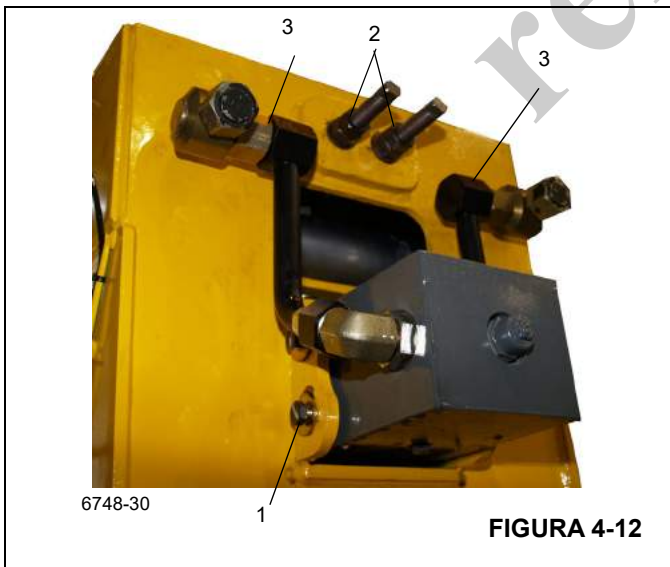

FIGURA 4-12
- Retire los conjuntos de tubos (3), (Figura 4-12) del cilindro telescópico y tape las lumbreras.
- Retire los pernos y arandelas que fijan la varilla exterior del cilindro de telescopización (1), (Figura 4-12) a la parte trasera de la sección base.